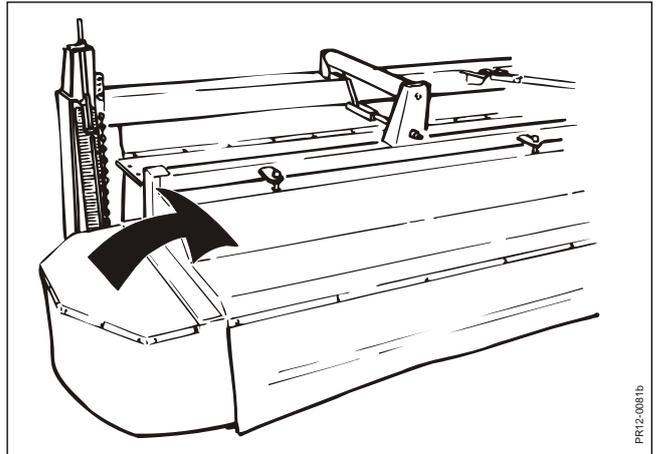

Fig. 2-14
**Fig. 2-14** Relever les carters latéraux pour diminuer la largeur totale pendant le transport. Utiliser un tournevis pour débloquer le verrouillage à ressort qui maintient le carter en position basse quand la machine travaille.